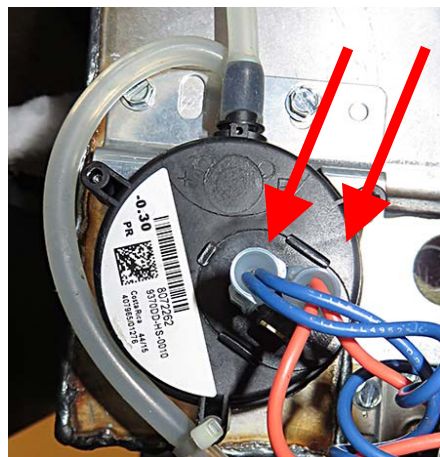

図 11
11. 既存の圧力スイッチからワイヤを外します (図 11 参照)。